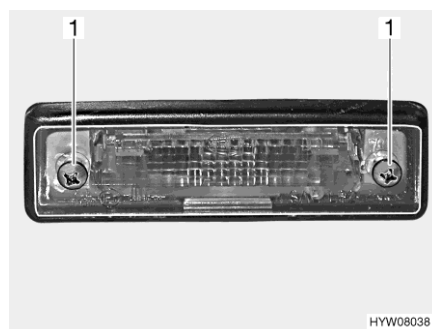

Fig. 236 Eclairage arrière (feu d'éclairage de la plaque d'immatriculation)
- Desserrer les deux vis du boîtier (Fig. 236,1).